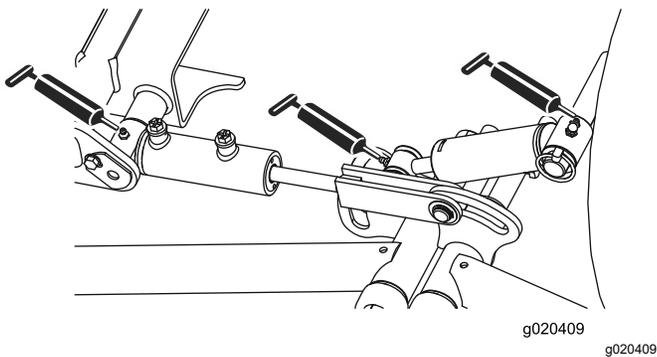

図 46
- 前昇降アームのピボットと昇降シリンダ 各3ヶ所 図 46を参照。